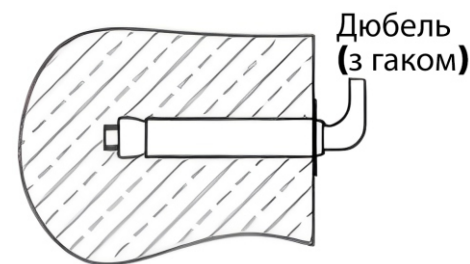

Рисунок 2. Встановлення електричного водонагрівача
- Вибравши відповідне місце, визначте положення двох отворів для розпирних болтів з гачком. Зробіть два отвори в стіні відповідної глибини і розміру, які відповідають розпирним болтам, що додаються до водонагрівача. Вставте гвинти, поверніть гачок вгору, затягніть гайки для міцної фіксації, а потім повісьте на нього електричний водонагрівач (див. рис.2).